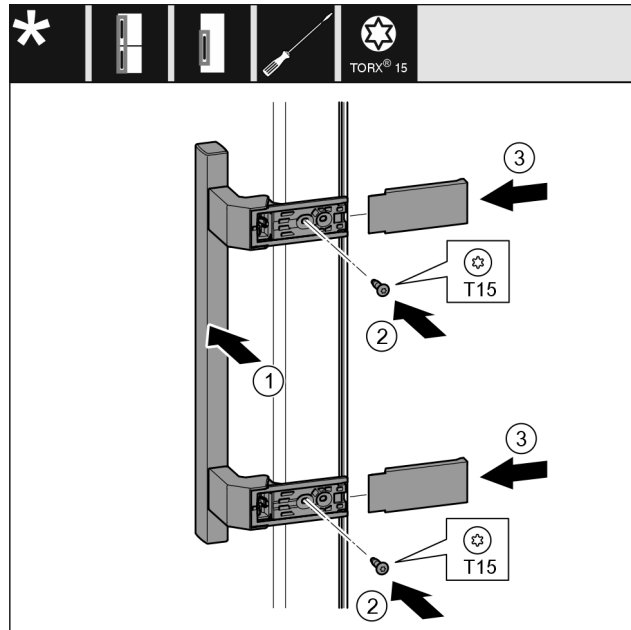

Fig. 25
- Griff Fig. 25 (1) auf der Gegenseite ansetzen.
- Schrauben Fig. 25 (2) mit Schraubendreher festschrauben.
- Abdeckungen Fig. 25 (3) seitlich ansetzen und aufschieben.